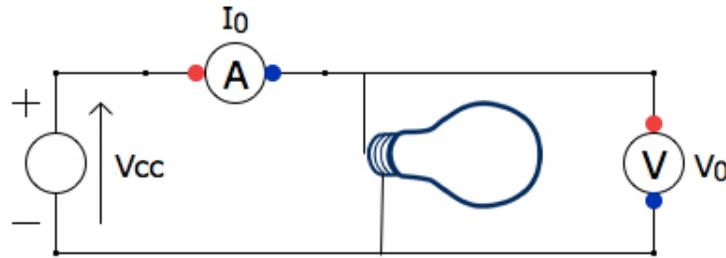

Figura 2: Diagrama del circuito similar a la figura 1, donde R_1 es reemplazado por una ampolleta
- f) Reemplace la resistencia R_1 por una ampolleta, como lo muestra la figura 2 y repita los pasos anteriores c), d) y e). Nota: las ampolletas no tienen $R_{nominal}$ y no soportan voltajes mayores a 12 V.